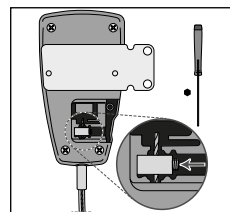

Fig. 6
5. Løsn sikkerhedsskruen til keglepunktet med en sekskantskruetrækker to til tre omgange, og skub kabelslutningsblokken på det indre kabel (se Fig. 6).